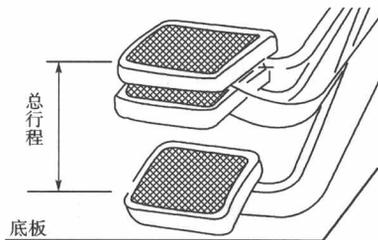

图 1-10 总行程示意图
(3) 离合器踏板总行程: 指踏板在无任何作用力时与踏板踩到底的距离, 如图 1-10 所示。